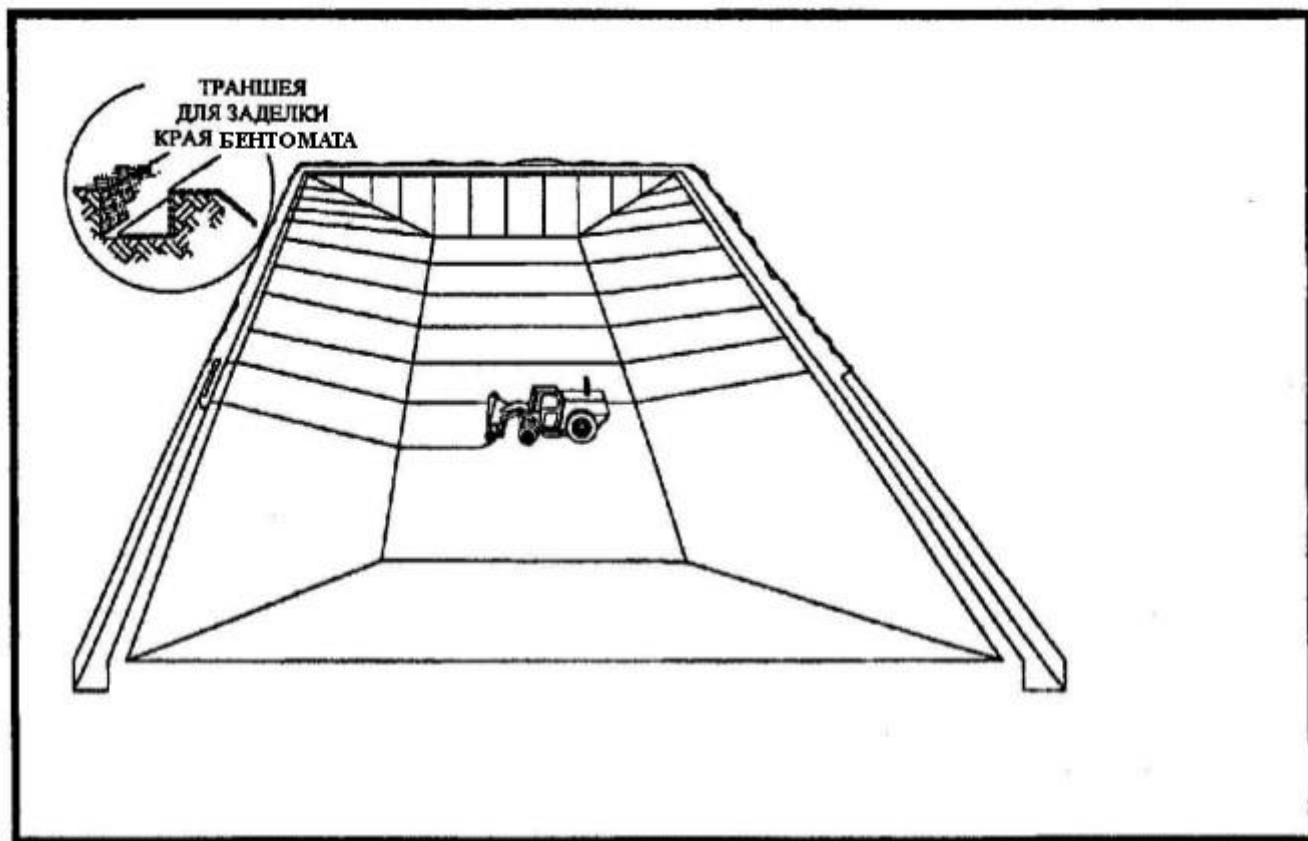

Рис. 2. Схема укладки бентонитового мата
- 6.1. Материал необходимо укладывать аккуратно, сводя к минимуму трение материала с основанием, чтобы избежать порчи нижнего слоя. Все полотна материала должны лежать гладко, без складок или морщин. Размотка и укладка бентонитовых матов производится грузоподъемной машиной, оснащённой траверсой, разматывающей маты за собой (Рис. 2).